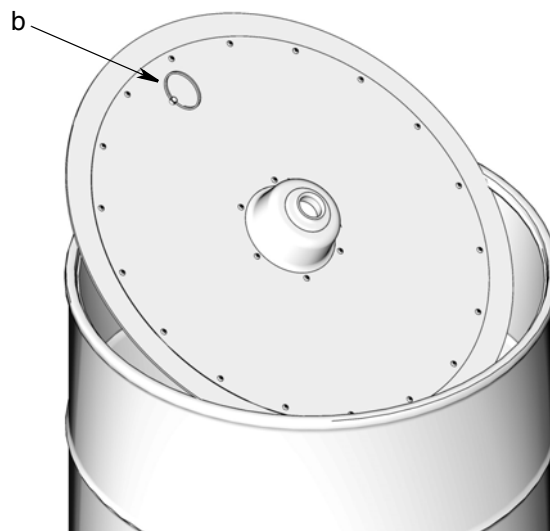

ABB. 6
- Falls es sich um eine bereits vorhandene Installation handelt, in das Fass greifen und am Ring der Nachläuferplatte (b) ziehen, um die Nachläuferplatte abzunehmen (ABB. 6). Die Folgeplatte auf ein sauberes Stück Papier, Karton oder ein sauberes Tuch legen. **NICHT AUF DEN BODEN LEGEN.**